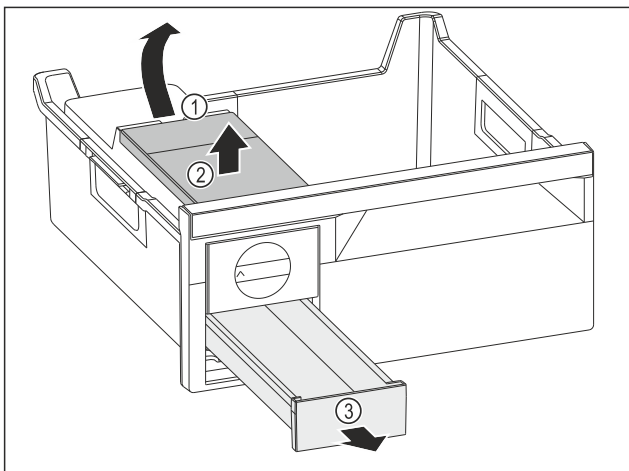

Fig. 78
- ▶ Wassertank entnehmen: Wassertank an der Aussparung Fig. 78 (1) anheben.
- ▶ Wassertank Fig. 78 (2) nach oben entnehmen.
- ▶ Eiswürfelschubfach Fig. 78 (3) nach vorne entnehmen.